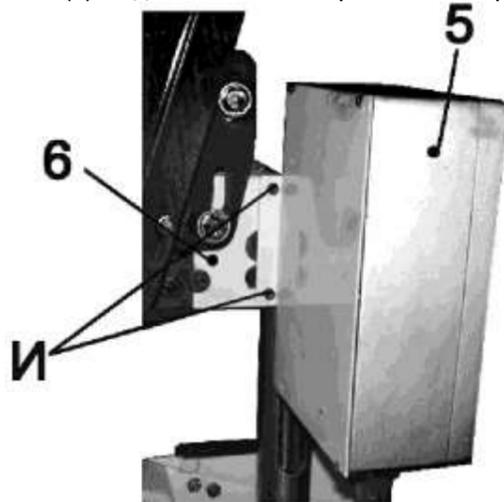

Рис. 5
- 11.2. Станок оборудован патрубками пылеотводов (15) и (16), Рис.5, для удаления стружки и древесной пыли, к которым перед началом работы необходимо подсоединить и закрепить шланги пылесоса для сбора стружки и древесной пыли (см. раздел 12).